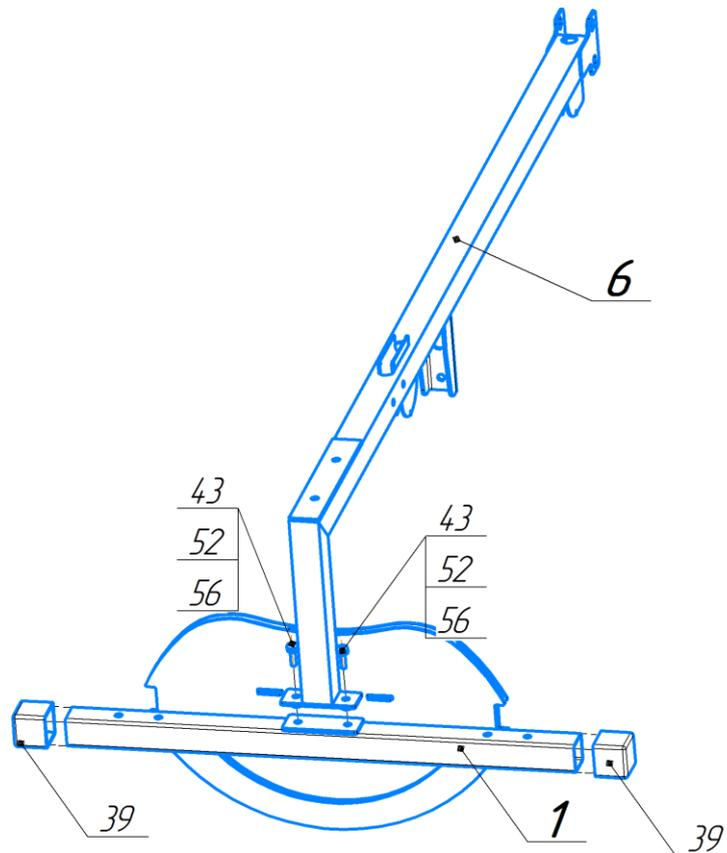

Рис.4. Схема сборки этапа №1
1. Состыковать подставку (1) со стойкой комбинированной (6) болтами М10х35 (52) через шайбы (56). Использовать ключ на 17 мм (Г). Наденьте колпачки (43) на каждый болт.
2. Установите 2 опорные лапы (39) как показано на рис.4. Используйте молоток (3), забивать следует через деревянный брусок.